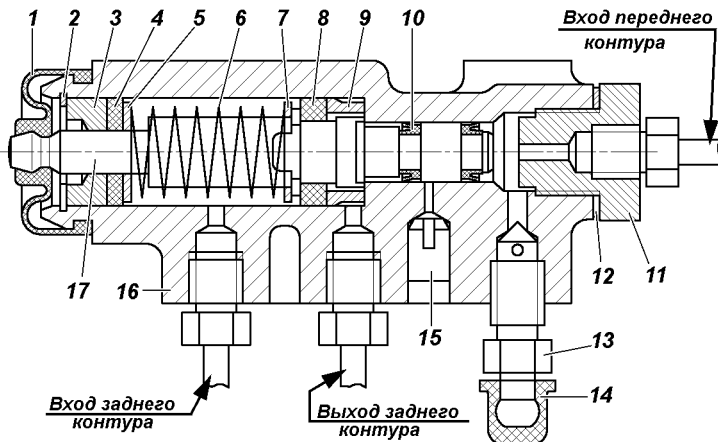
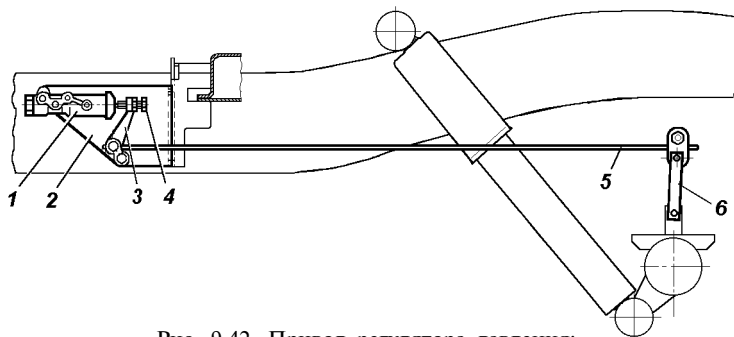

Рис. 9.41. Регулятор давления:
Рис. 9.42. Привод регулятора давления:
**Регулятор давления** (рис. 9.41). При обслуживании проверяйте работоспособность регулятора давления. Очищайте регулятор от грязи и проверяйте надежность его крепления. Внешним осмотром убедитесь, что регулятор и детали его привода не имеют повреждений, отсутствуют подтекания тормозной жидкости и люфты в соединении стойки с упругим рычагом и кронштейном на заднем мосту.
В процессе эксплуатации и при замене задних рессор необходимо регулировать усилие упругого рычага 5 (рис. 9.41) на поршень регулятора. Регулировку производить в следующей последовательности:
3. Завернуть болт 4 (см. рис. 9.42) до соприкосновения его с хвостовиком поршня 17 (см. рис. 9.41) регулятора:
и правильно выполненной регулировке привода должно быть некоторое опережение блокировки передних колес относительно задних. В случае опережающей блокировки задних колес дополнительно отвернуть болт 4 (см. рис. 9.42) на 1-2 грани головки болта и повторить проверку при движении автомобиля.